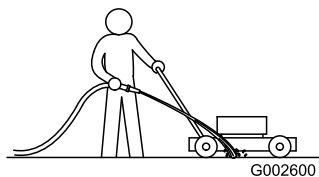

Figura 49
3. Con el motor en marcha y la cuchilla engranada, dirija un chorro de agua por delante de la rueda trasera derecha (Figura 49).